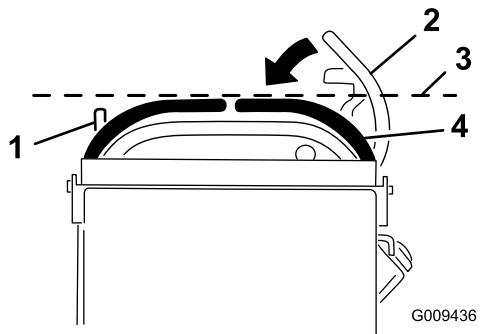

Figure 66
- Abaissez le levier de commande de déplacement droit pour quitter la position de verrouillage au point mort (Figure 66).
- Vérifiez s'il s'aligne horizontalement avec le levier de commande de déplacement gauche (Figure 66).